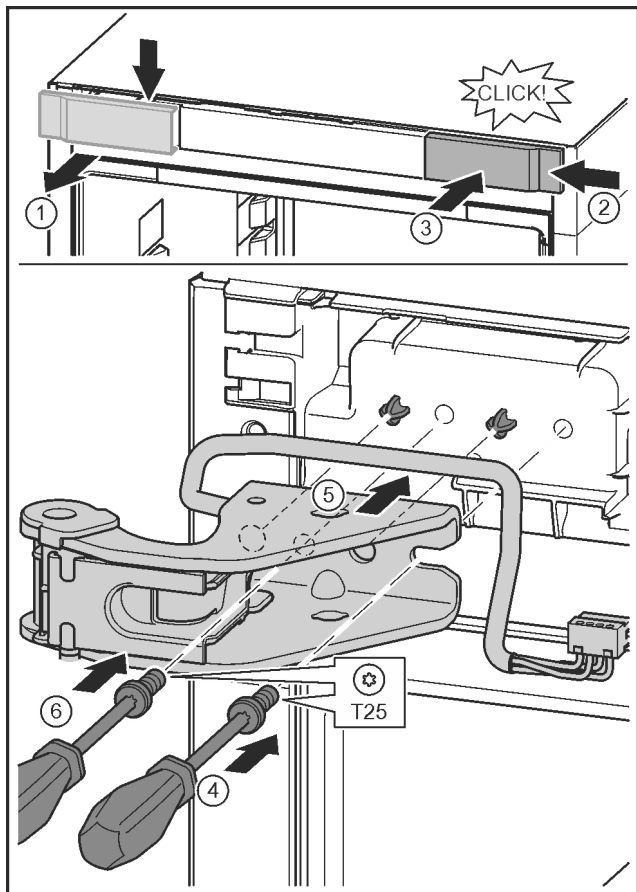

Fig. 33
- ▶ Odvijte pokrov in ga s strani snemite. Fig. 33 (1)
- ▶ Pokrov, obrnjen za 180°, namestite na drugi strani z desne strani. Fig. 33 (2)
- ▶ Zataknite pokrov. Fig. 33 (3)
- ▶ Vijak pristavite z izvijačem T25. Fig. 33 (4)
- ▶ Pristavite zgornji ležajni podstavek. Fig. 33 (5)
- ▶ Zategnite vijak. Fig. 33 (4)
- ▶ Vijak vstavite z izvijačem T25 in zategnite. Fig. 33 (6)